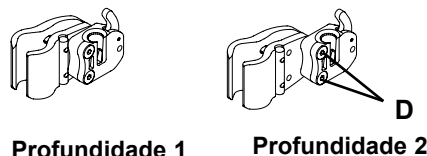
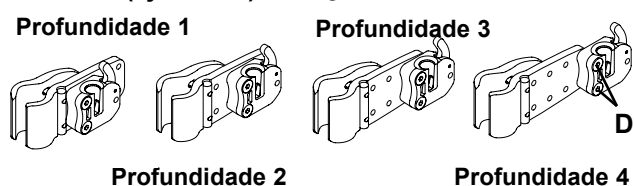

Fig. 11
Fig. 12
2. Ajustamentos de Profundidade/Ângulo (Fig. 11, 12, 13 e 14)
Tenha em conta que existem dois tipos de hardware que pode encomendar – hardware padrão (Fig. 11) ou o hardware maior, ajustável (Fig. 12). Ambos os tipos de hardware são ajustados da mesma maneira mas o hardware padrão permite um ajustamento de 5 cm de profundidade (Fig. 11) enquanto que o hardware avançado (hardware ajustável) permite um ajustamento até 8,65 cm de profundidade (Fig. 12).
- Se for necessário uma maior profundidade, remova o encosto dos recetores. Retire os parafusos (Fig. 11-D, 12-D) do recetor usando a chave hexagonal 4mm incluída e reposicione para a profundidade pretendida. Nota: Antes de voltar a instalar os parafusos, é recomendável a aplicação de uma massa para roscas de média força. Por exemplo, loctite 243 é altamente recomendado para o recetor e roscas dos parafusos, se pretender reposicionar o encosto. Aperte os parafusos com uma força de 25-35 in-lbs. (2,8 - 4 Nm).